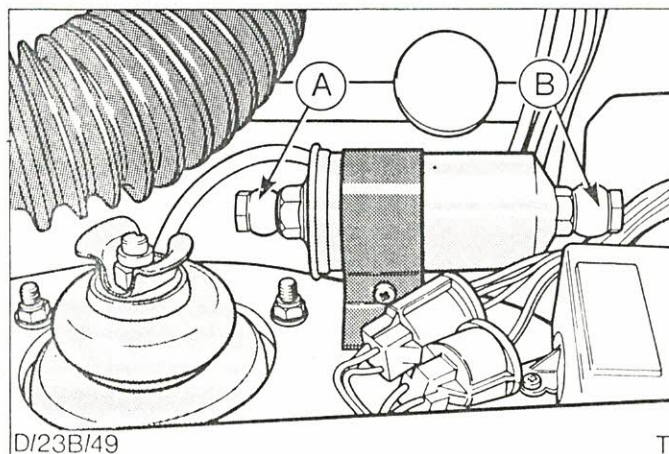

Abb.103 Kraftstofffilter
4. Einen saugfähigen Lappen unter die Kraftstoffanschlüsse legen und Filterzufuhr- und -ablaufleitungen abbauen, Abb.103.
Beachte: Klemmhalter so anbauen, daß sich die Anschlüsse der Zufuhr- und Ablaufleitung an der richtigen Stelle befinden, siehe Abb.103.